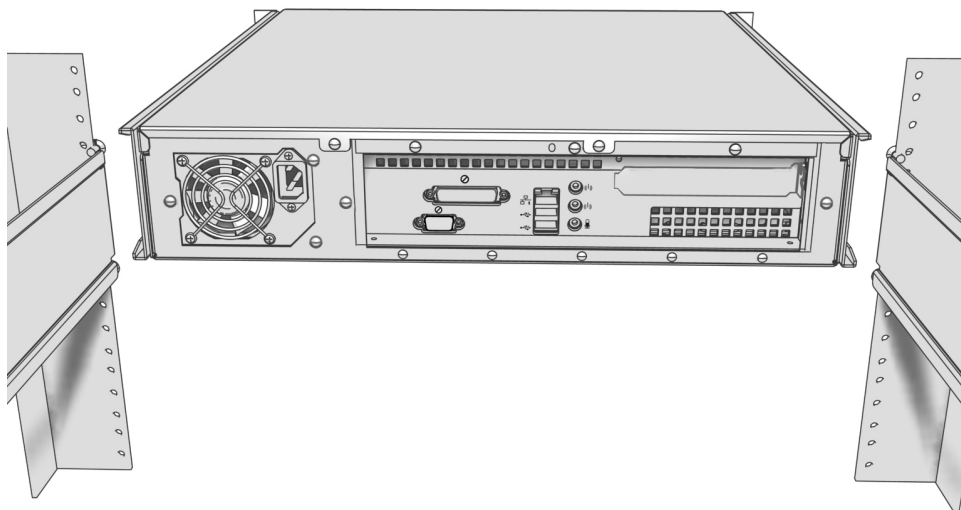

Figura 9. Montaggio dell'unità SM5000 nel rack
9. Poggiare l'unità sulle guide di montaggio facendo scorrere le staffe del telaio sulle guide. Questa fase potrebbe richiedere l'intervento di due persone per il sollevamento e l'inserimento dell'unità in posizione. L'inserimento e l'estrazione dal rack deve risultare agevole. Vedere la Figura 9.